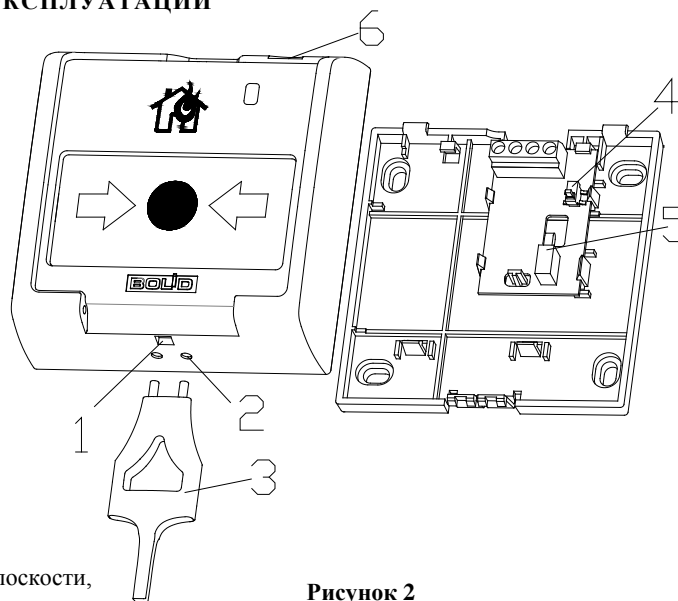

Рисунок 2
**Присвоение адреса.** Извещатель со вскрытым корпусом подключить к входу 1-го типа блока «Сигнал-10», находящемуся в состоянии «Снят», или к источнику питания напряжением от 10 В до 12 В. Через 6 секунд четырёхкратное мигание светодиода с периодом 1 секунда будет означать готовность к приёму адреса. Нажать на детектор вскрытия корпуса (см. рис.2 позиция 4). Отпустить после того, как светодиод засветится. Нажать на детектор вскрытия корпуса число раз, соответствующее нужному адресу (от 1 до 10). Через 5 секунд светодиод мигнёт число раз, соответствующее присвоенному адресу, и засветится на 0,5 секунды.